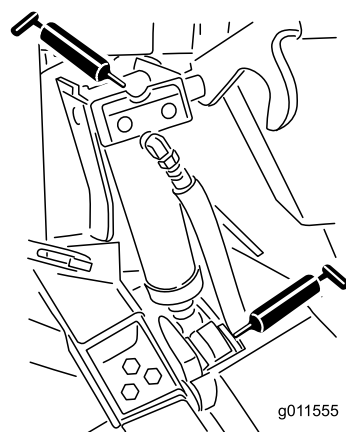

Figura 69
- Boccole (4) del cilindro di sollevamento (Figura 69).